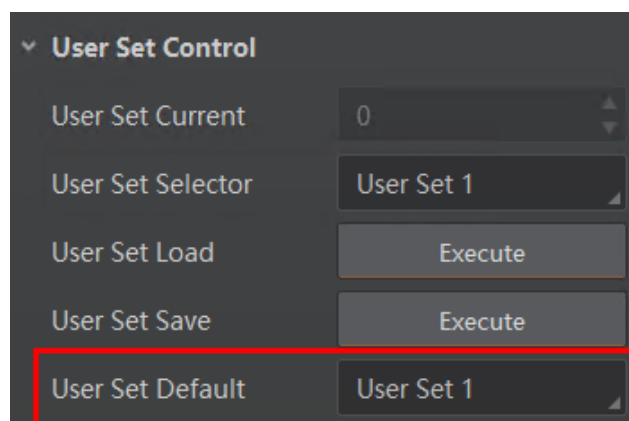

图8-4 设置默认启动参数
- 设置默认启动参数：通过 *User Set Default* 参数下拉选择相机上电时默认启动的参数，如图 8-4 所示。